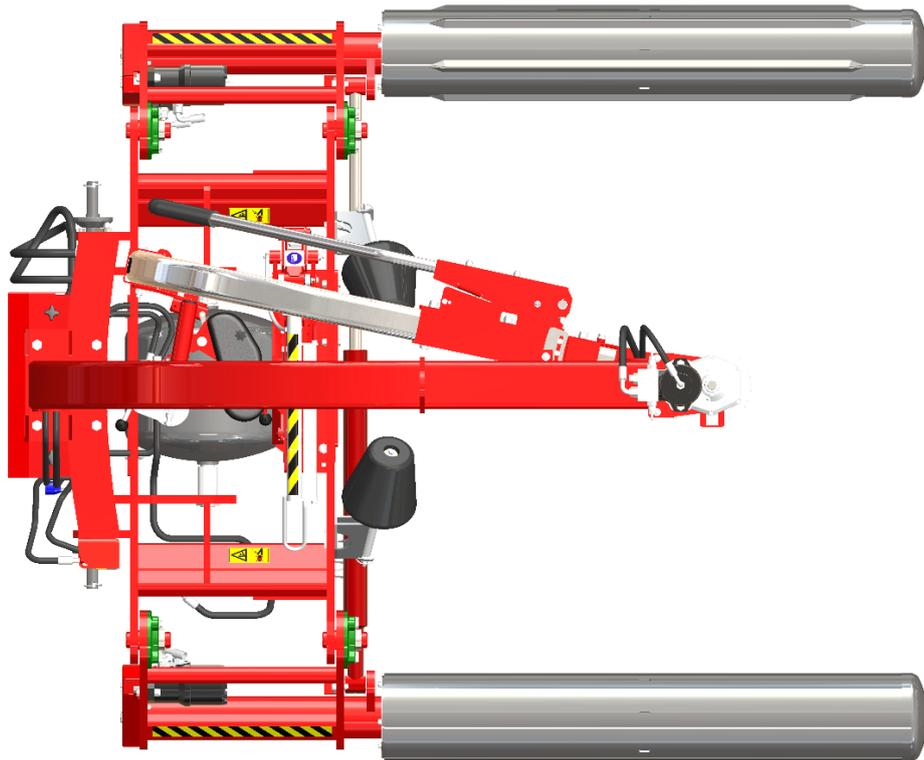

Abbildung 8. Der Ballenwickler in der Ausgangsposition (Draufsicht)
- Führen Sie ein paar Umdrehungen mit dem Wickelarm aus (bei kleiner und bei großer Drehzahl). Stoppen Sie den Arm in der Ausgangsposition (**Abb. 8**).
- Führen Sie den automatische Wickelvorgang der Ballen aus. Der obere Wickelarm soll sich nach dem Uhrzeigersinn drehen (von oben gesehen). Er soll sanft angefahren und gestoppt werden. Nach der Ausführung der vorgegebenen Anzahl der Drehungen, soll der Arm in seiner Ausgangsposition gestoppt werden (**Abb. 8**).